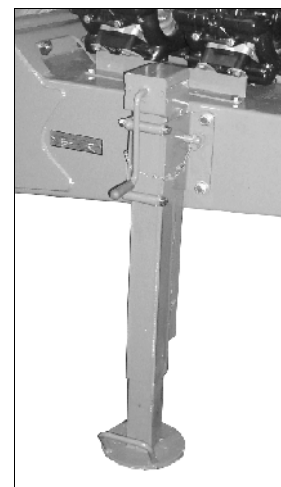

Рис. 40
- Опорная стойка опускается (Рис. 40), когда машина отсоединена.